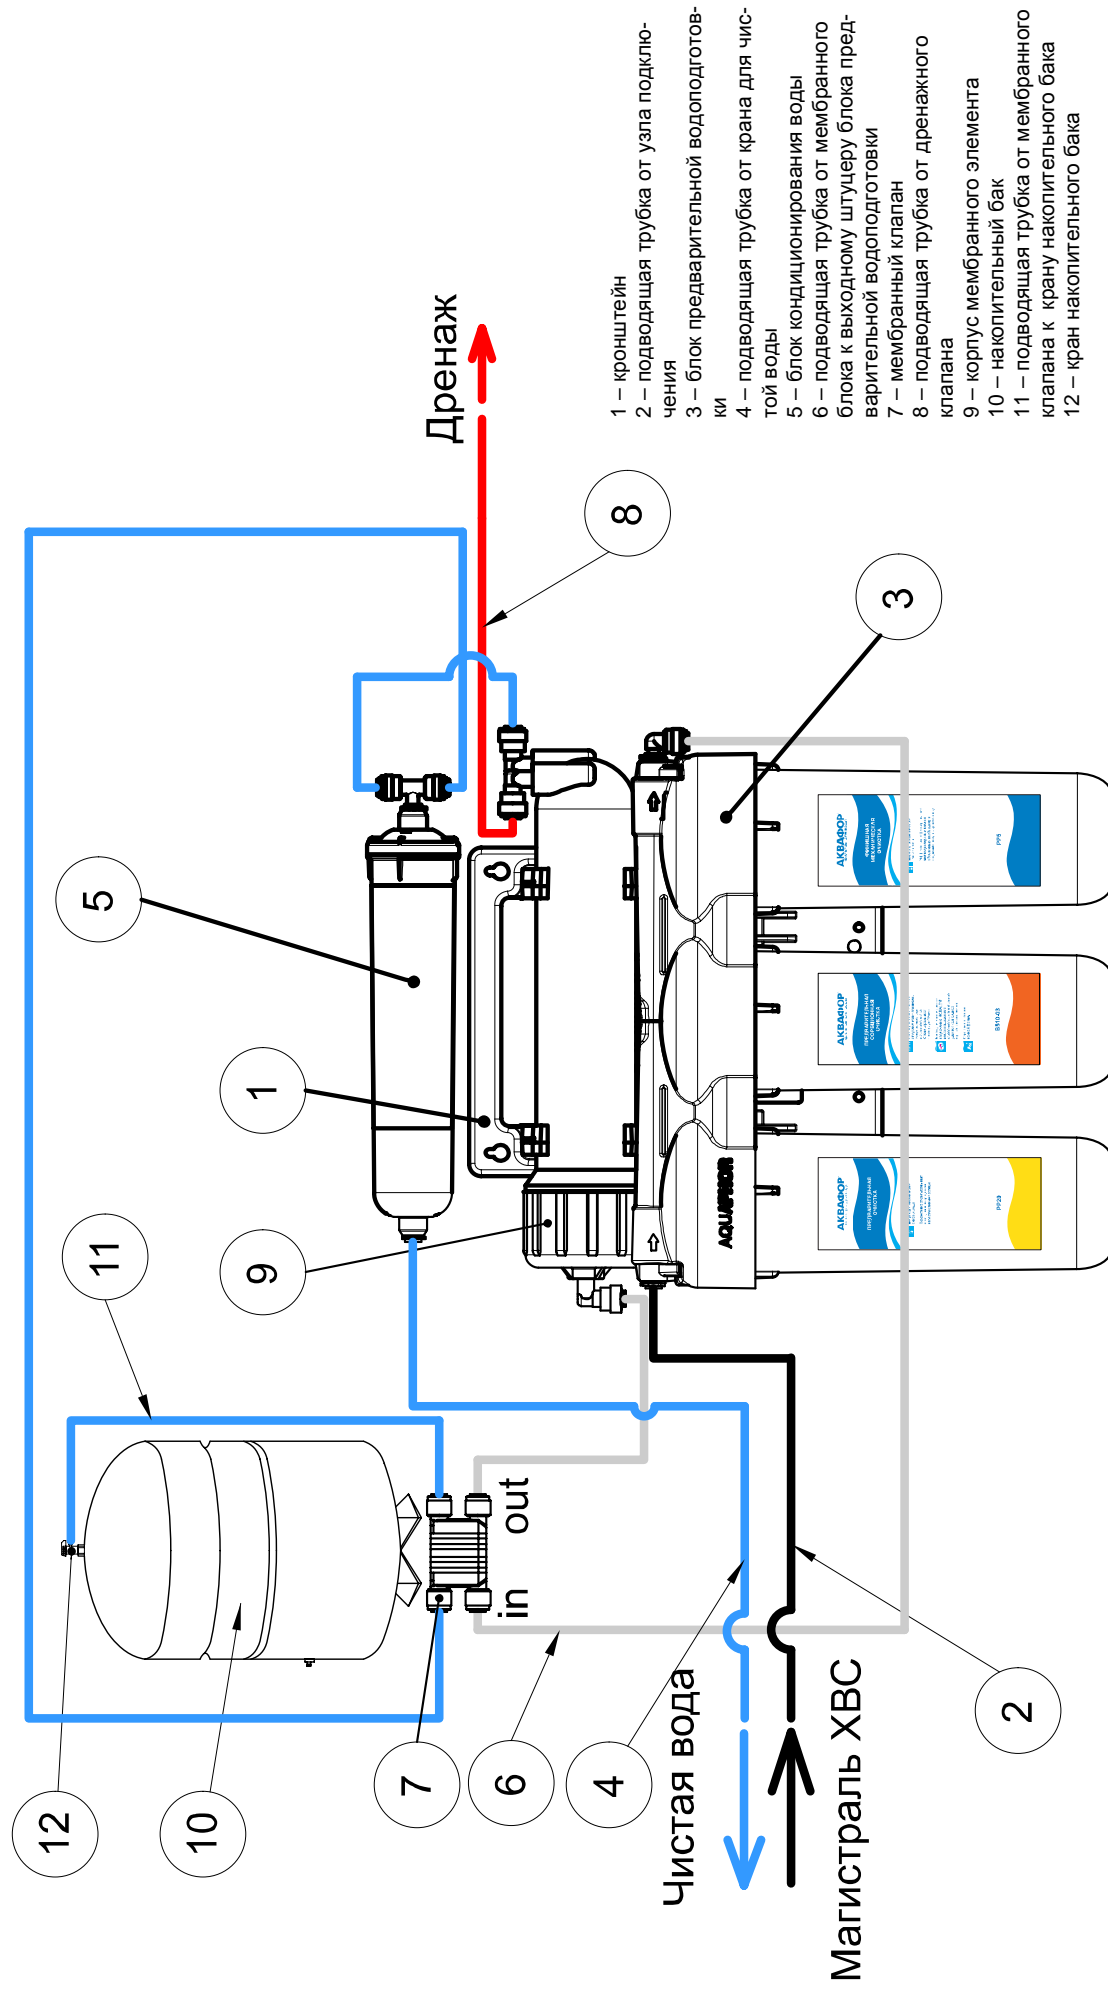
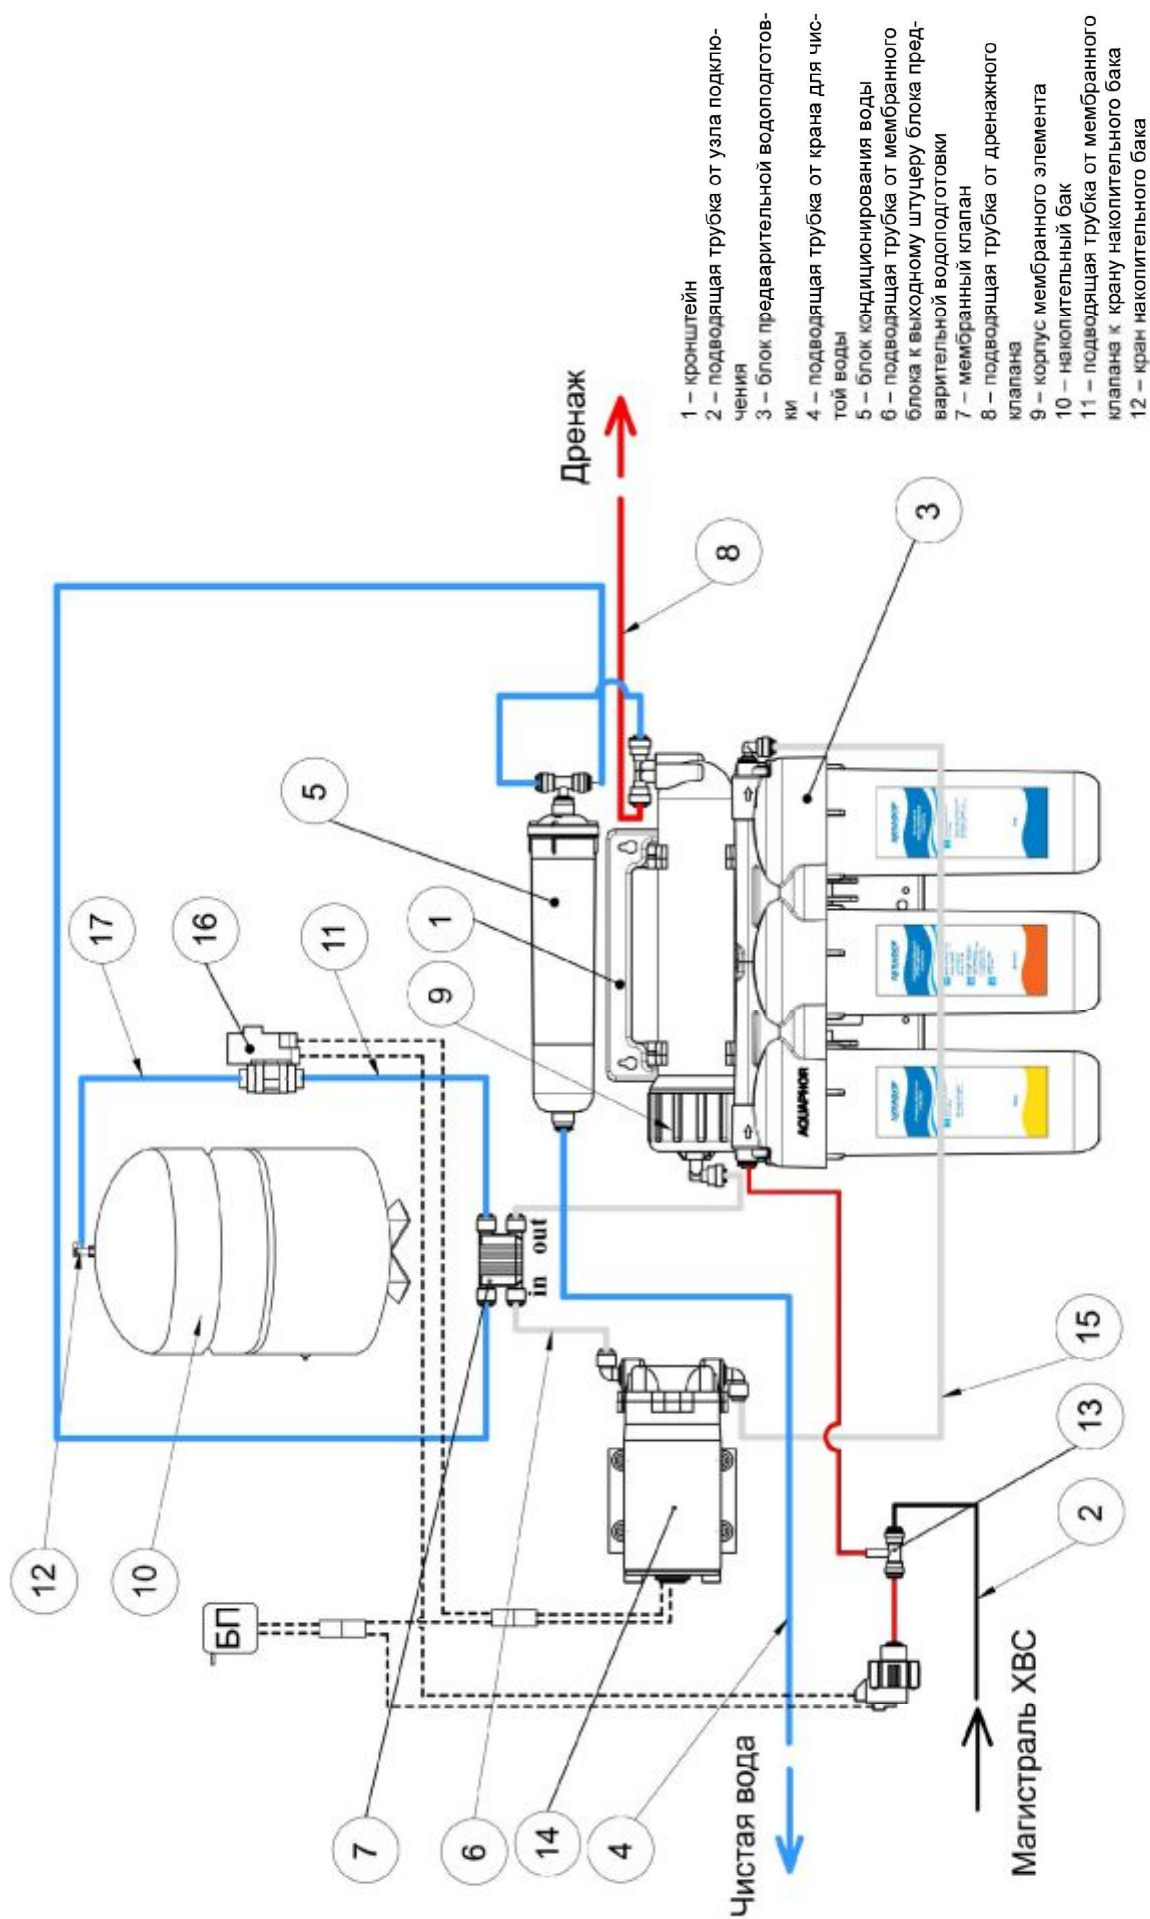

Рисунок 8. Схема установки водоочистителя для исп. Аквафор-ОСМО-050-5
Рисунок 9. Схема установки водоочистителя для исп. Аквафор-ОСМО-050-5-ПН
5.7 Установка водоочистителя Аквафор-ОСМО исполнения Аквафор-ОСМО-050-5 (Рис. 8)
5.8 Установка водоочистителя Аквафор-ОСМО исполнения Аквафор-ОСМО-050-5-ПН (Рис. 9)
6.1. ПРОМЫВКА ФИЛЬТРУЮЩЕГО МОДУЛЯ АКВАФОР В510-03 в исполнении Аквафор-ОСМО-050-5 (Рис. 8)
- Отсоедините трубку JG (6) от штуцера мембранного клапана (7). Для этого выньте из под пластиковой втулки стопорную клипсу, нажмите на торец пластиковой втулки, вытяните трубку.
- Подсоедините трубку JG (6) (просто вставьте предварительно смоченный водой конец трубки во втулку мембранного клапана (7) до упора на глубину примерно 15 мм).
6.2. ПРОМЫВКА ФИЛЬТРУЮЩЕГО МОДУЛЯ АКВАФОР В510-03 в исполнении Аквафор-ОСМО-050-5-ПН (Рис. 9)
- Отсоедините трубку JG (15) от входного штуцера насоса (14). Для этого выньте из-под пластиковой втулки стопорную клипсу. Нажмите на торец пластиковой втулки и вытяните трубку.
- Подсоедините трубку JG (15) к входному штуцеру насоса (14).
6.3. ПРОМЫВКА НАКОПИТЕЛЬНОГО БАКА (Рис. 8, 9)
Для замены модуля кондиционирования воды (см. Рис. 8, 9):